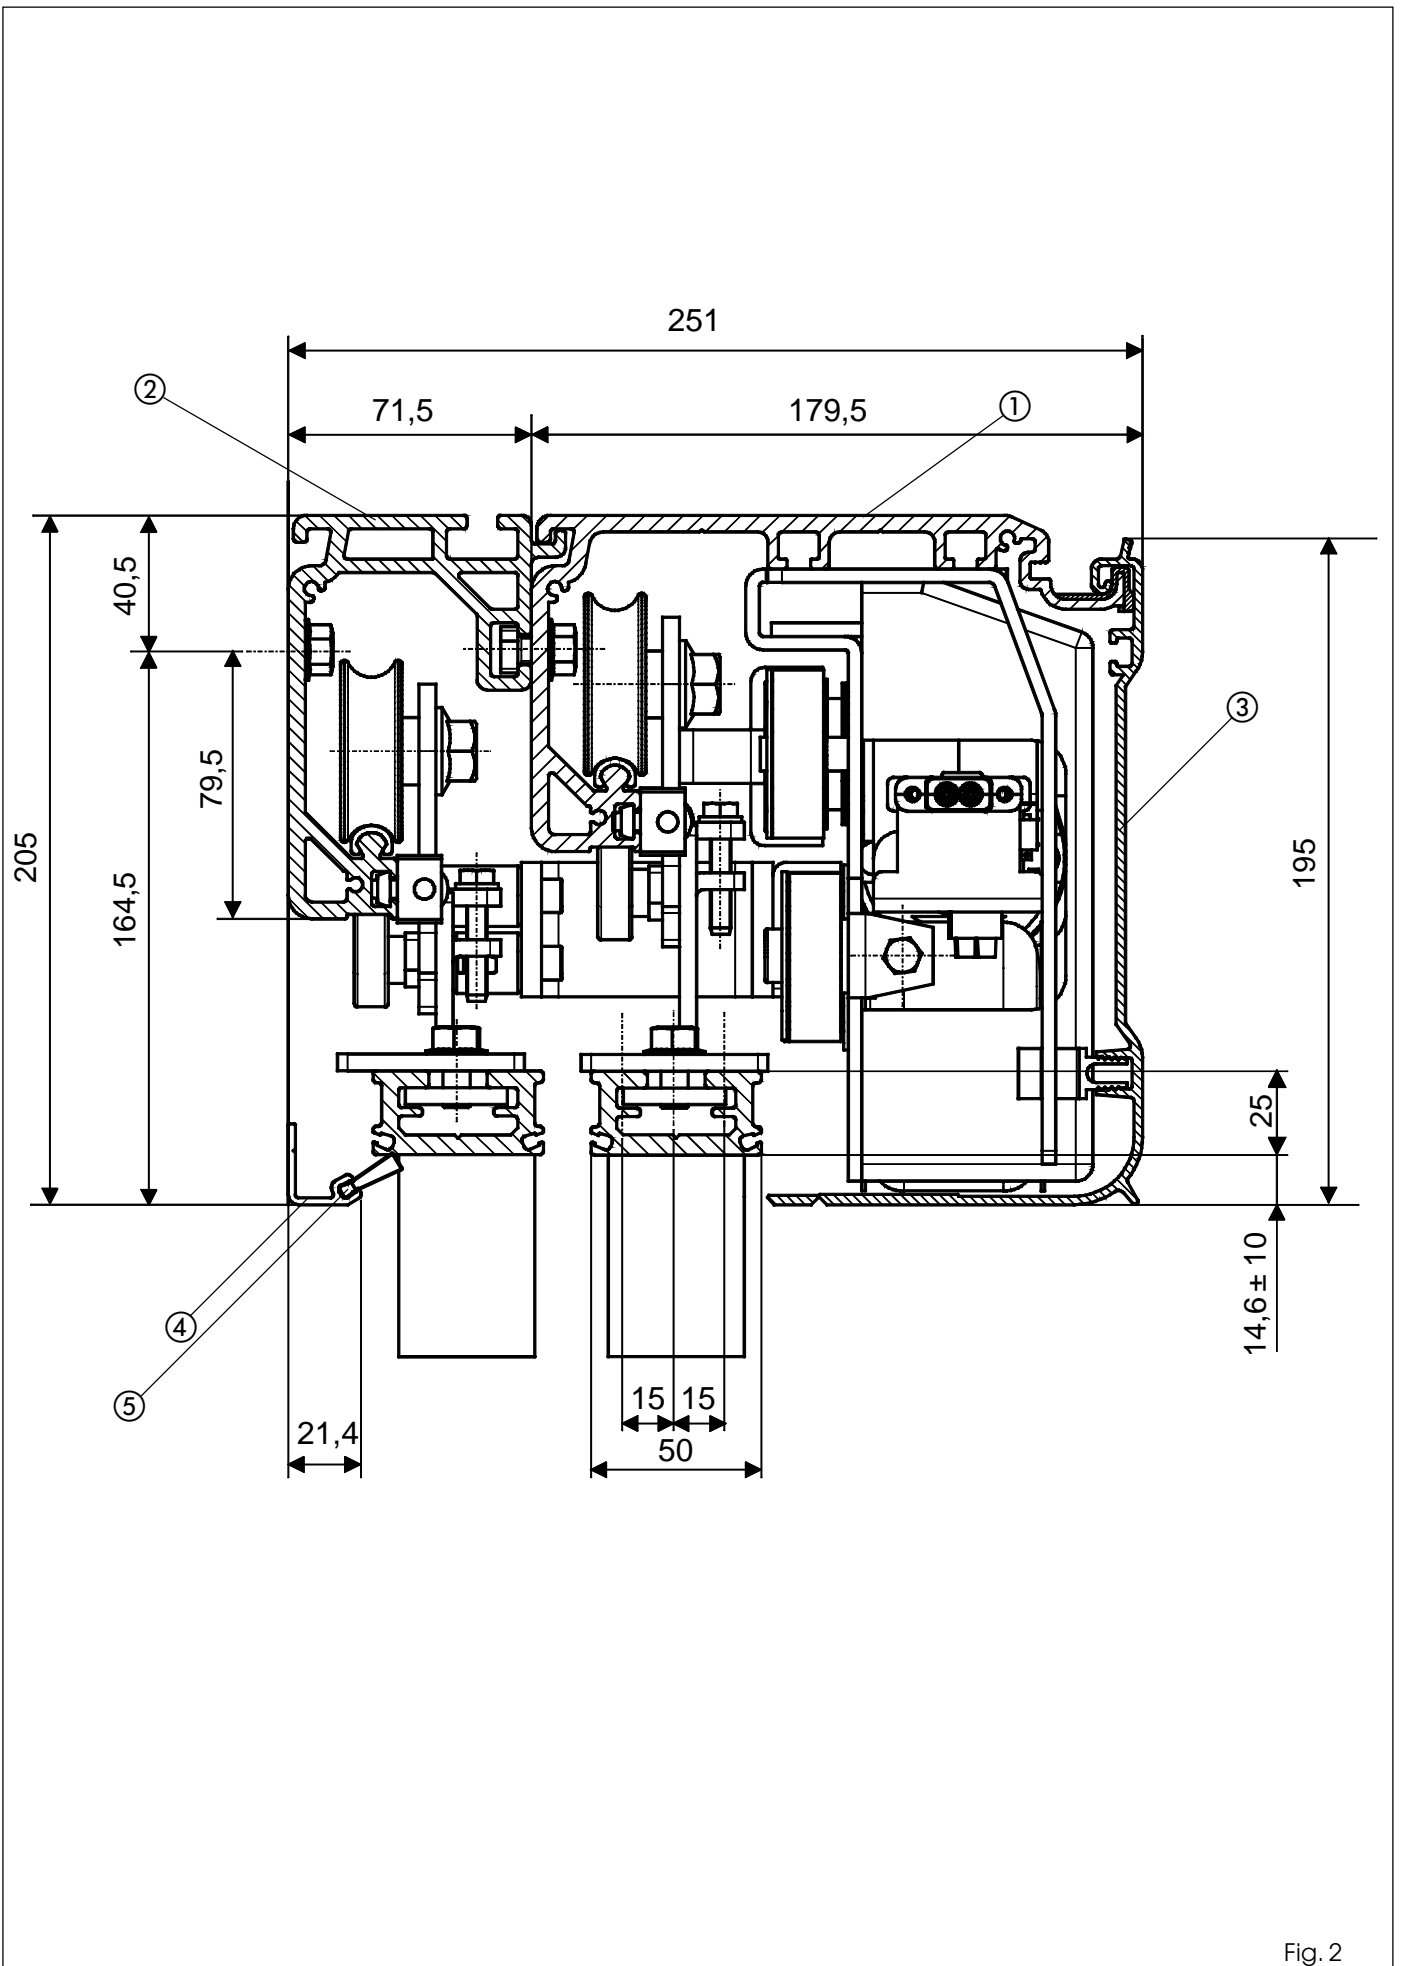
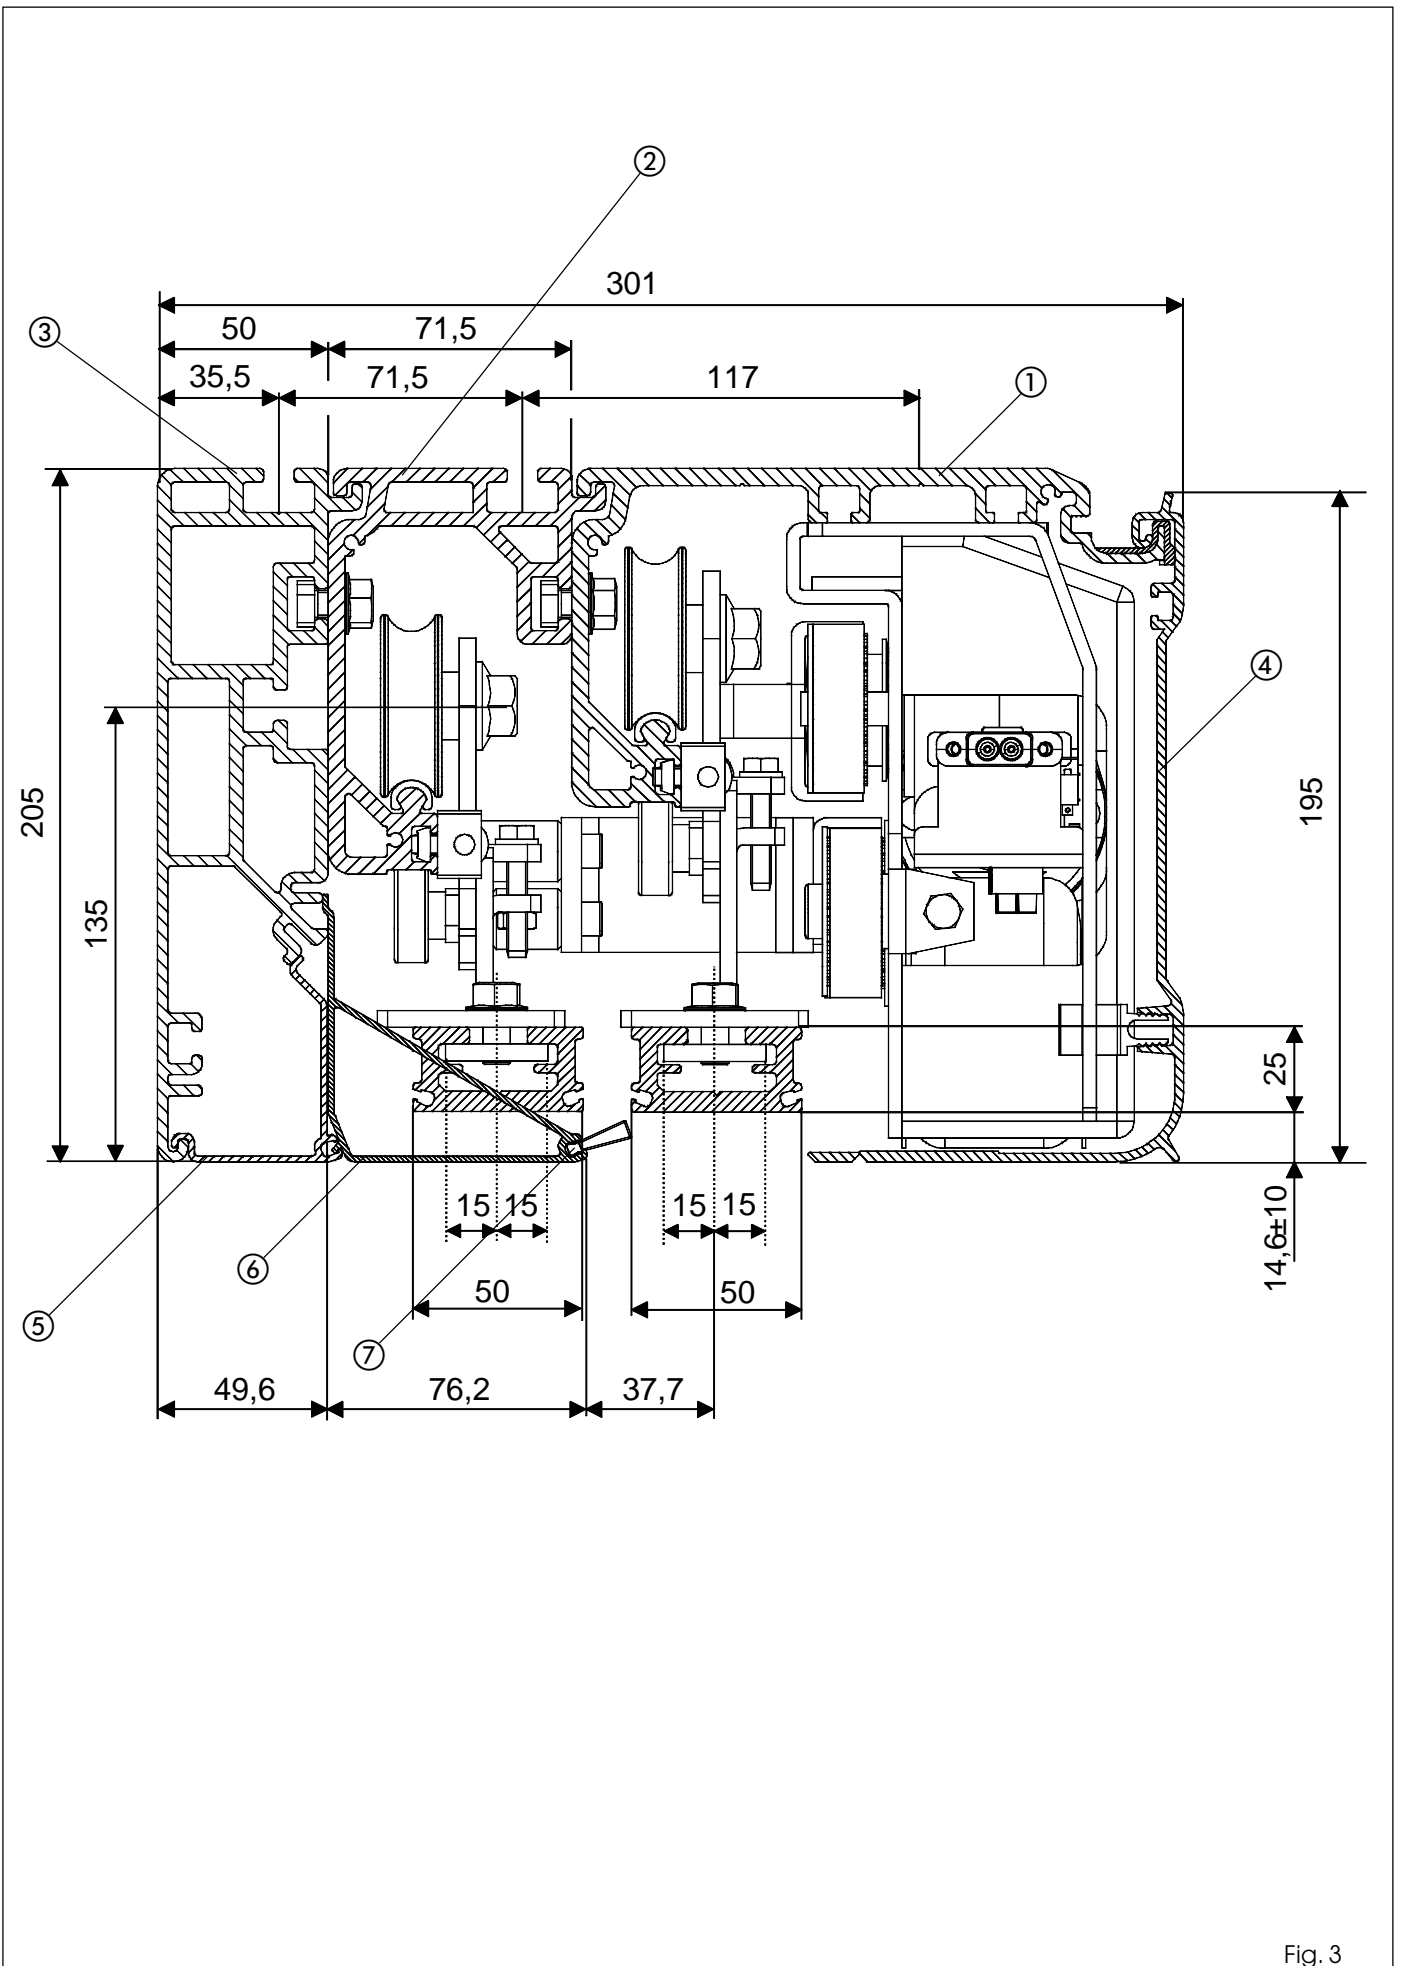

Fig. 2
Fig. 3
### Profiel SM (fig.2 en 3 ref.①)
### Telescopisch profiel (fig.2 en 3 ref.②)
### Profiel SMA (fig.3 ref.③)
#### Frontale kap (fig. 2 ref. ③ en fig. 3 ref. ④)
#### Sluitprofiel (fig. 2 ref. ④)
#### Sluitprofiel voor zelfdragende dwarsbalk (fig. 3 ref. ⑤)
#### Sluitprofiel voor telescopische systeem (fig. 3 ref. ⑥)
#### Borstel voor sluitprofielen (fig. 2 ref. ⑤ en fig. 3 ref. ⑦)